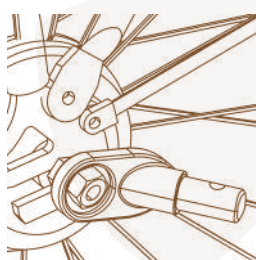

Rysunek 10
1. Oś szybkiego zwalniania: Usuń szybkozamykacz z lewej strony tylnej osi roweru. Zamontuj hak między szybkozamykaczem a ramą. Dokręć szybkozamykacz zgodnie z instrukcją producenta roweru. Hak może pozostać na rowerze po zdjęciu przyczepki (Rysunek 10).